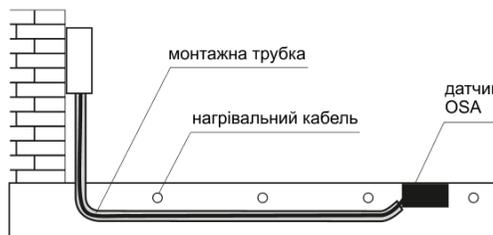

Рисунок 2. Монтажу датчика опадів OSA при підігріві ґрунту
- розташувати датчик в бетонній основі, на одному рівні з обігріваною поверхнею (рис. 2). Підстава під місцем установки датчика має бути тверда. Це необхідно для того, щоб датчик не продавливався в ґрунт при великому навантаженні зверху;